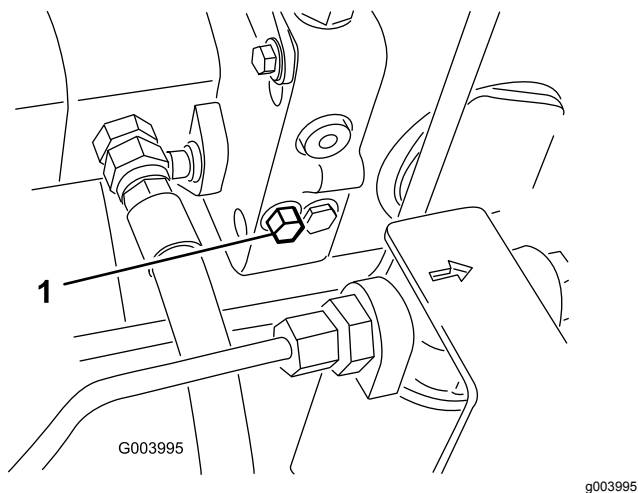

Figura 42
1. Localize a válvula de derivação no lado esquerdo do hidróstato (Figura 42) e rode o parafuso 1-1/2 voltas para abrir e permitir a passagem do fluido internamente.